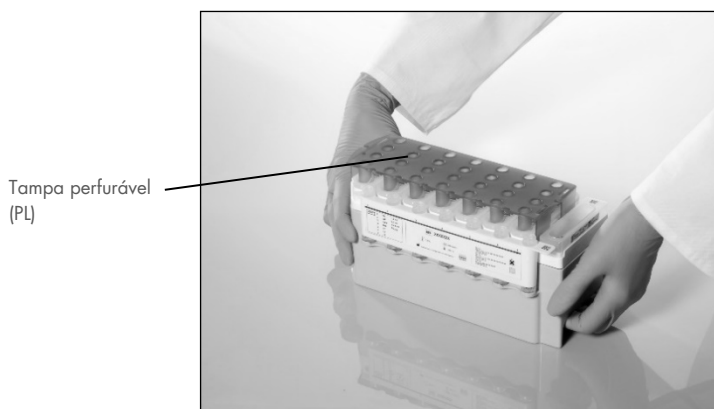

Figura 3. Configuração fácil da mesa de trabalho com cartuchos de reagentes (RC).
Antes de iniciar o procedimento, certifique-se de que as partículas magnéticas estão completamente ressuspensas. Remova a cavidade das partículas magnéticas da estrutura do cartucho de reagentes, agitar vigorosamente no vórtex durante, pelo menos, 3 minutos, e colocar novamente na estrutura do cartucho de reagentes, antes da primeira utilização. Coloque o cartucho de reagentes (RC) no respetivo suporte. Coloque o suporte de enzimas (ER) vazio no suporte de cartuchos de reagentes. Antes de usar um cartucho de reagentes (RC) pela primeira vez, coloque a tampa perfurável (PL) em cima do cartucho de reagentes (Figura 3).